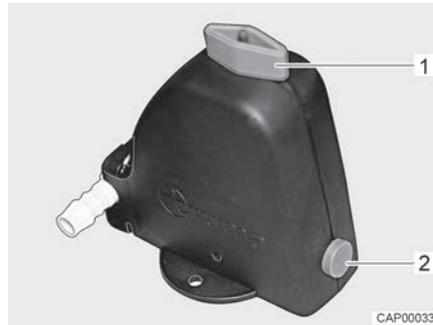
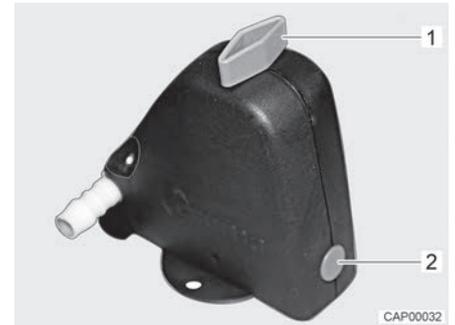

Fig. 91 Válvula de seguridad/purga abierta
Fig. 92 Válvula de seguridad/purga cerrada
- Cerrar la válvula de seguridad/purga. Para ello, girar el botón giratorio (Fig. 91,1) a la posición transversal en referencia a la válvula de seguridad/purga y hundir el botón (Fig. 91,2). La válvula de seguridad/purga cerrada se muestra en Fig. 92. A temperaturas inferiores a 6 °C, la válvula de seguridad/purga no se deja cerrar.